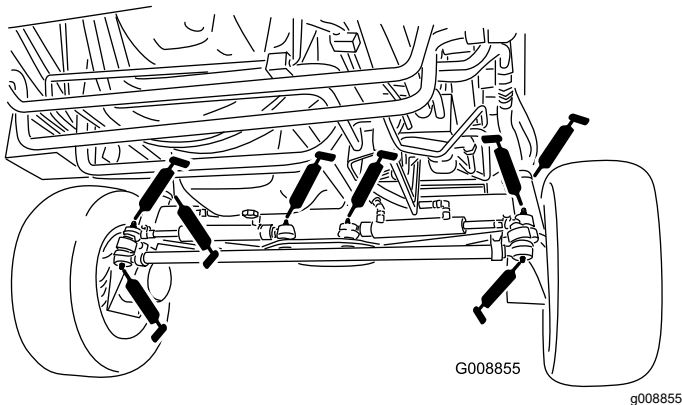

Figura 50
- 4 giunti a sfera del cilindro di sterzata (Figura 50)
- 2 giunti a sfera del tirante (Figura 50)
- 2 boccole del perno del fuso a snodo (Figura 50)